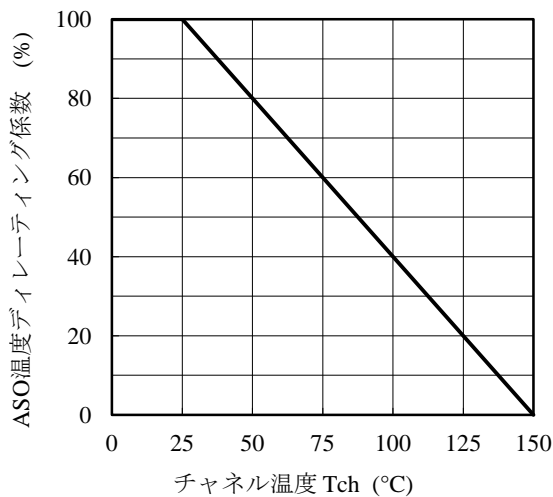

図 3-1 ASO 温度ディレーティング係数曲線
- IC を使用する際は、図 3-1 より温度ディレーティング係数を求め、ASO 曲線のディレーティングを行います